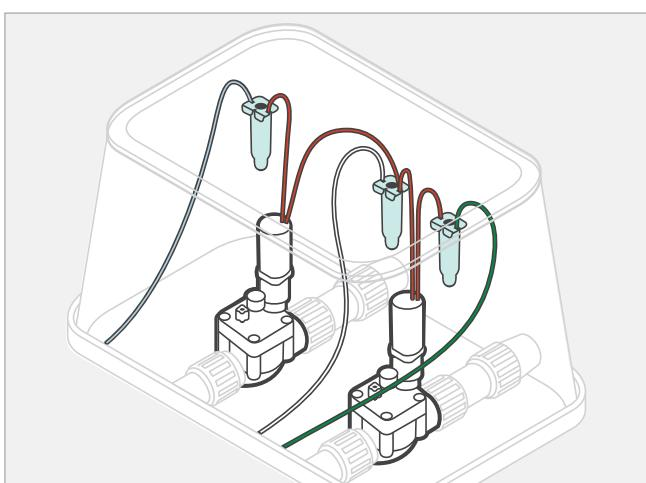

Abbildung 1
4. Stellen Sie die Anschlüsse von Kabeln und Ventilen mit wasserdichten Kabelverbindern her (Abbildung 1). Für jedes Ventil wird ein separater Anschlussdraht benötigt. Der zweite Anschlussdraht jedes Ventils wird über die gemeinsame Leitungsader mit dem Steuergerät verbunden.